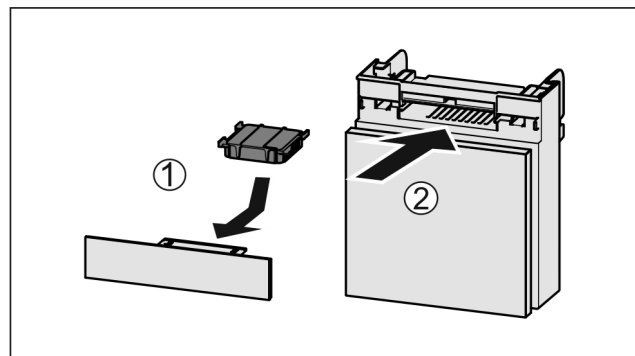

Fig. 104
- Aktivkohlefilter nach Abbildung einsetzen Fig. 104 (1).
- Fach einschieben Fig. 104 (2).